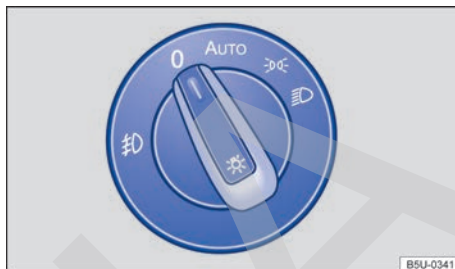

Fig. 69 En el panel: conmutador de las luces.
- Encender el farol de neblina : el mando de las luces → fig. 69 debe estar en la posición o . Tirar el conmutador hasta la primera posición.